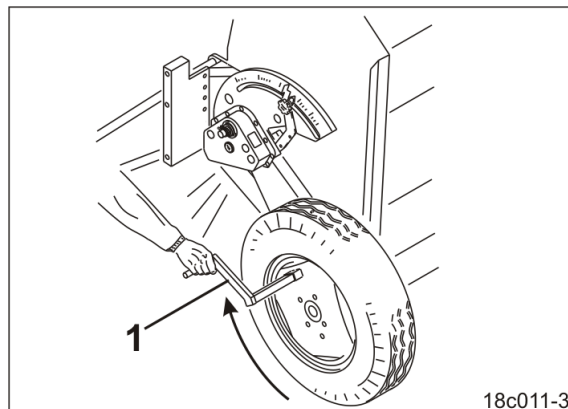

Рис. 82
13. Рукоятку для установки нормы высева (Рис. 82/1) вставьте в квадратную трубу правого колеса.